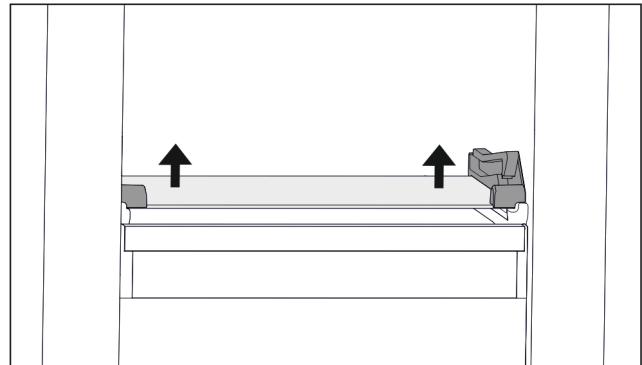

Fig. 108 Glasplatte des abklippbaren Schubfachs
- ▶ Glasplatte von unten beidseitig nach oben drücken. (zie Fig. 108)